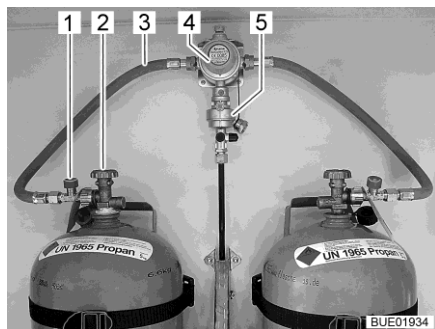
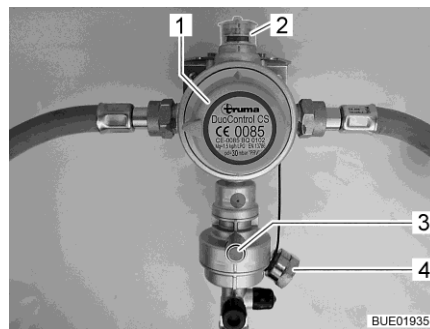
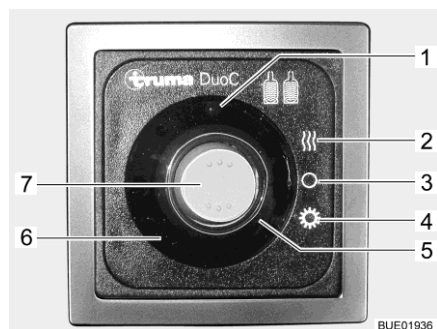

Bild 59 Gasflaskor med DuoControl
Bild 60 DuoControl-styrsystem
Bild 61 Kontrollenhet (DuoControl)
DuoControl-styrsystemet består av en omkopplingsventil (Bild 59,4) och en crashsensor (Bild 59,5). DuoControl-styrsystemet är monterat mellan gasslangarna (Bild 59,3) med slangbrotts säkring (Bild 59,1). Med vredet (Bild 60,1) på omkopplingsventilen ställer du in vilken gasflaska som ska användas som drifflaska och vilken som ska användas som reservflaska.
I fönstret (Bild 60,2) visas gasförsörjningens status:
Drift med bara en gasflaska är tillåten. Den öppna anslutningen måste dock förslutas med ett blindlock (Bild 60,4) i detta fall.
Crashsensorn stänger av gastillförseln vid kraftig vibration (t. ex. vid en krock). Crashsensorn aktiveras genom att trycka på den gröna resetknappen (Bild 60,3).
Slangbrotts säkringen (Bild 59,1) stänger av gasflödet om den anslutna slangen går sönder. Slangbrotts säkringen måste aktiveras genom att trycka på den gröna knappen. Den gröna knappen måste tryckas in tills trycket i slangen har byggts upp.
Gastillförseln via DuoControl-styrsystemet slås på och av på kontrollenheten (Bild 61). Gasflaskornas huvudavstängningsventiler (Bild 59,2) och gasavstängningsventilerna på apparaterna måste öppnas för hand. För att aktivera slangbrottsäkringen, se avsnitt "Slangbrottsäkring".
Sommar och vinterdrift ställs om med vippkontakten (Bild 61,7) på kontrollenheten.
De två kontrollamporna på kontrollenheten visar nivån i driftflaskan. När den gröna kontrollampan (Bild 61,6) lyser är driftflaskan tillräckligt full. När den röda kontrollampan (Bild 61,5) lyser är driftflaskan tom. Gasförsörjningen sker då med reservflaskan.
- Med vredet (Bild 60,1) på omkopplingsventilen väljs gasflaskan, som ska prioriteras (driftflaska). Vrid alltid vredet till stoppläget.
- Öppna huvudavstängningsventilerna (Bild 59,2) på gasflaskorna.
- Tryck på den gröna knappen på slangbrottsäkringen (Bild 59,1). I fönstret (Bild 60,2) visas den gröna markeringen.
- Slå på DuoControl-styrsystemet på kontrollenheten (Bild 61). Ställ för detta vippkontakten (Bild 61,7) på vinterdrift (Bild 61,2) eller på sommar-drift (Bild 61,4). Den gula kontrollampan avfrostning (Bild 61,1) lyser när vinterdrift väljs.
- Ställ vippkontakten (Bild 61,7) i läge AV (Bild 61,3). Kontrollampan släcks.
- Stäng huvudavstängningsventilerna (Bild 59,2) på gasflaskorna.
Om den gröna kontrollampan (Bild 61,6) slocknar under drift och den röda kontrollampan (Bild 61,5) tänds är driftflaskan tom och måste bytas ut. I fönstret (Bild 60,2) visas den röda markeringen. Gasförbrukarna försörjs med gas från reservflaskan.
- Vrid vredet (Bild 60,1) ett halvt varv i riktning mot den gasflaska som används för tillfället. Då blir denna gasflaska driftflaska och den tomma flaskan blir reservflaska. Markeringen i fönstret (Bild 60,2) växlar från rött till grönt.
- Stäng huvudavstängningsventilen (Bild 59,2) på den tomma gasflaskan. Beakta pilriktningen.
- Tryck på den gröna knappen på slangbrottssäkringen (Bild 59,1).